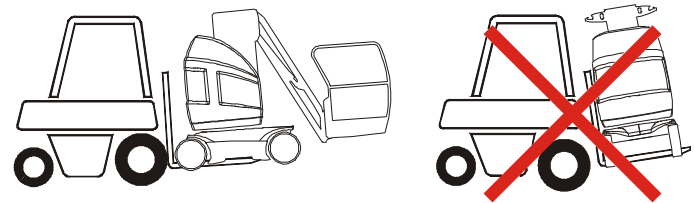

Figura 3-23. Levantamiento de la Máquina Utilizando un Montacargas
- Elevación de montacargas como se muestra en la Figura 3-23.